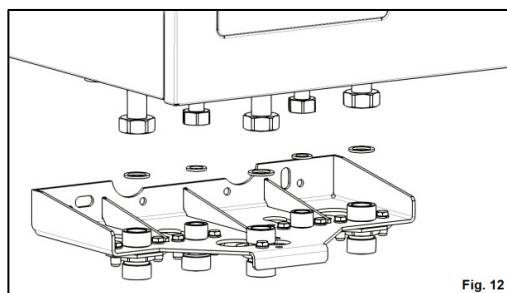
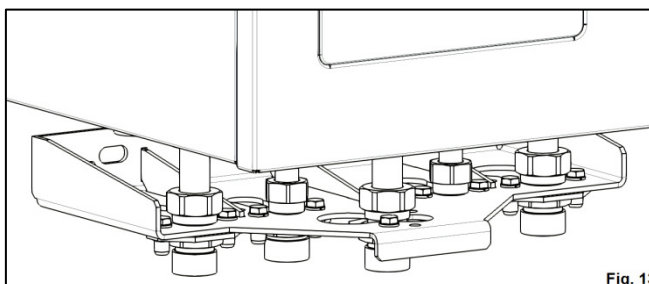

Fig. 12
Fig. 13
8. Se atașează ansamblul obținut la țevile montate anterior pe unitate (Fig. 13), asigurându-se corespondența țevilor. Etanșarea (Fig. 12) se realizează prin intermediul garniturilor B (2 buc.) și D (3 buc.) și strângerea piulițelor (30 Nm).